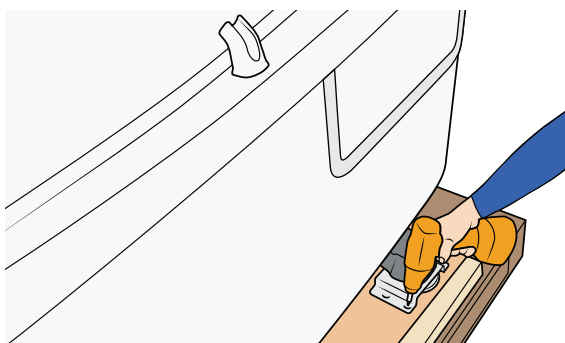

Figure 4
3. Retirez toutes les vis des fixations des quatre pieds. Voir Figure 4.